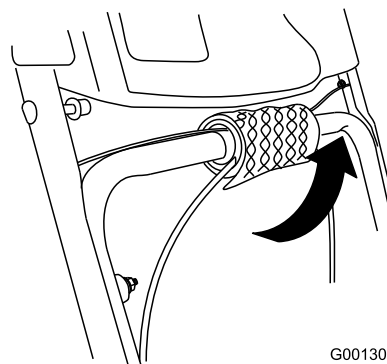

Figure 6
1. Déroulez les extrémités des câbles de la partie inférieure du guidon (Figure 6).